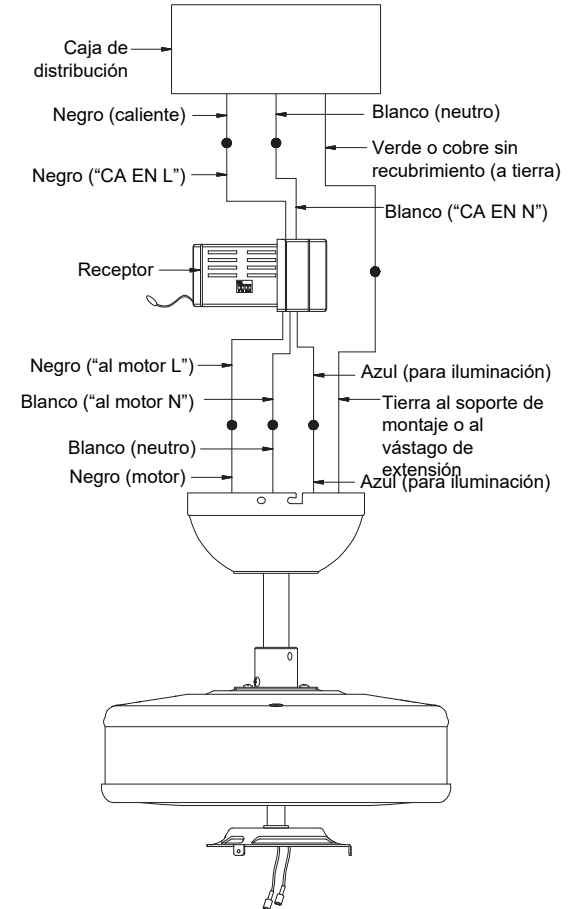

Fig. 14
Paso 2. Conexiones eléctricas del motor al receptor: (Fig. 14) Conecte el cable negro del ventilador al cable negro marcado como "TO MOTOR L" (AL MOTOR L) del receptor. Conecte el cable blanco del ventilador al cable blanco marcado como "TO MOTOR N" (AL MOTOR N) del receptor. Conecte el cable azul del ventilador al cable azul marcado como "FOR LIGHT" (PARA ILUMINACIÓN) del receptor. Asegure las conexiones de cables con las tuercas plásticas para cable proporcionadas.
Paso 3. (Fig. 14) Conexiones eléctricas del receptor a los cables de alimentación del hogar: Conecte el cable negro (caliente) del cielorraso al cable negro marcado como "AC in L" (CA en L) del receptor. Conecte el cable blanco (neutro) del cielorraso con el cable blanco marcado como "AC in N" (CA en N) del receptor. Asegure las conexiones de cables con las tuercas plásticas para cable proporcionadas.
Paso 4. (Fig. 14). Si su caja de distribución tiene un cable de puesta a tierra (verde o cobre sin recubrimiento), conéctelo a los cables de puesta a tierra del ventilador; en caso contrario, conecte el cable de puesta a tierra del soporte colgante al soporte de montaje. Asegure la conexión eléctrica con una tuerca de plástico para cable proporcionada. Después de haber conectado los cables, sepárelos de manera que el cable verde y el cable blanco queden de un costado de la caja de distribución y el cable azul y el cable negro queden del otro costado.